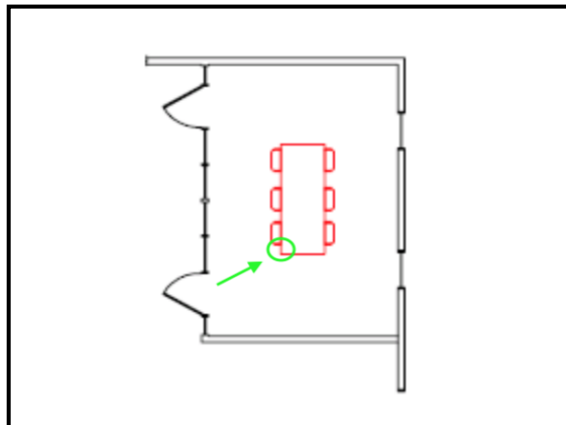

Рис. 12
3. Здійснити поворот об'єкта на  $45^\circ$  за годинниковою стрілкою (відносно точки) (рис. 12).